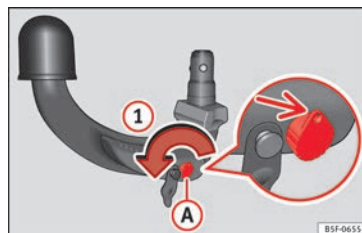

Fig. 226 Paso 1
- Gire la llave en el sentido de la flecha ① hasta que la parte agujereada de la llave llegue a su posición superior » fig. 226.